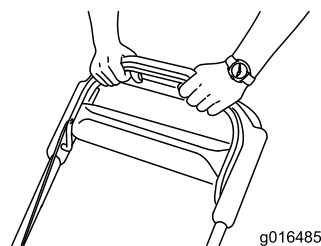

Figura 24
3. Tenete la barra di comando della lama contro la maniglia (Figura 24).